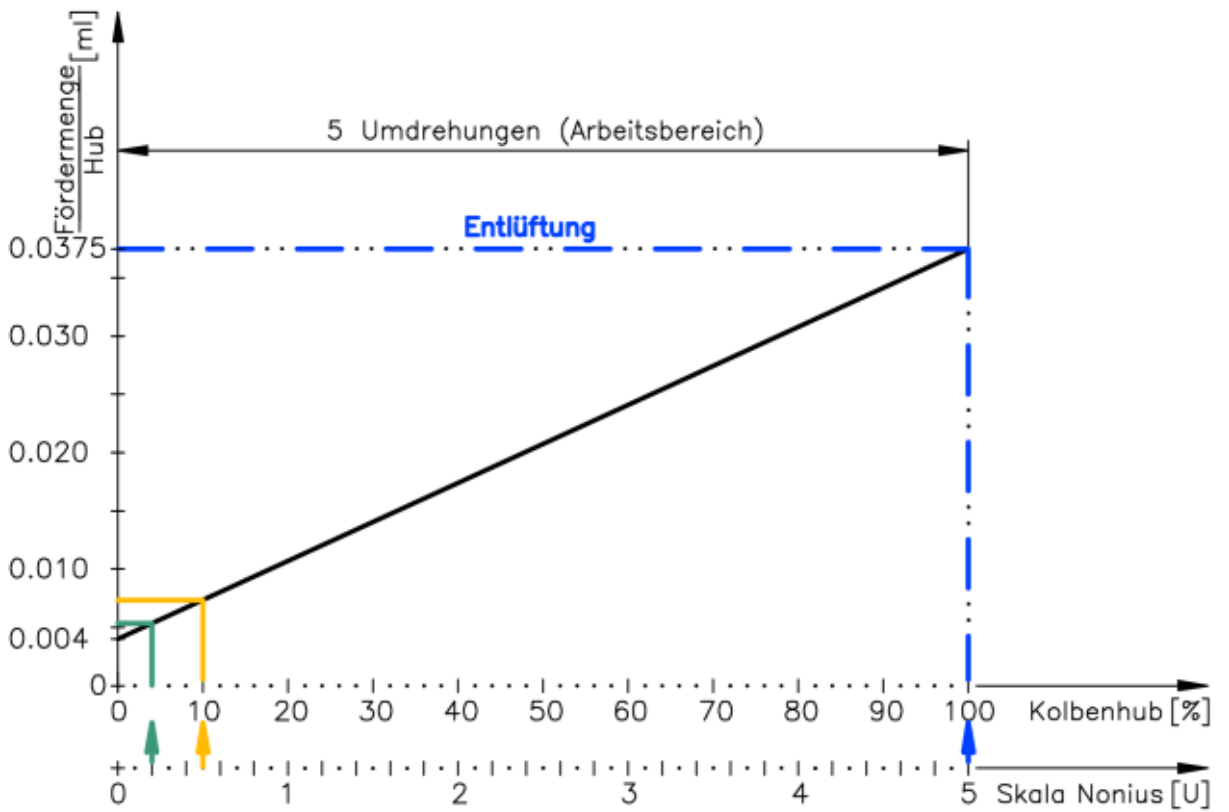

Abb. 20: Fördermenge in Abhängigkeit des Kolbenhubes
10.1 Die nachfolgenden Diagramme (*Abb. 20 & 21*) und Berechnungen erlauben eine Ermittlung des Schmierstoffverbrauchs bei unterschiedlichen Einstellungen. Die Werte basieren auf Dauerbetrieb; bei Kopplung mit dem Arbeitsprozess (z.B. Vorschub) lassen sich Verbrauchsreduktionen von 50 % oder mehr erzielen. Die Einstellungen erfolgen gemäss Kapitel 7.
Verbrauch bei 0.5 Umdrehung Mikrometerschraube und 15 Impulse/Minute (*Abb. 20 & 21*)
Verbrauch bei 0.2 Umdrehung Mikrometerschraube und 10 Impulse/Minute (*Abb. 20 & 21*)